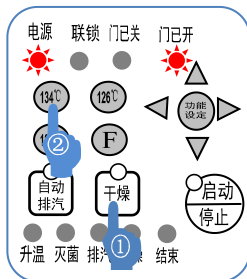

图 12
① 放好灭菌物，闭合上盖，将门开关手柄扳至 位置，门已关灯亮起，需在“未按启动键”的状态下设定灭菌温度与灭菌时间。
① **一键式操作：**当用户所需灭菌温度为操作面板上规定的 3 种灭菌温度中的其中一种，可选用一键式操作模式。
1. 按操作面板上的“干燥”键，再按所需的“灭菌温度”键。图 12